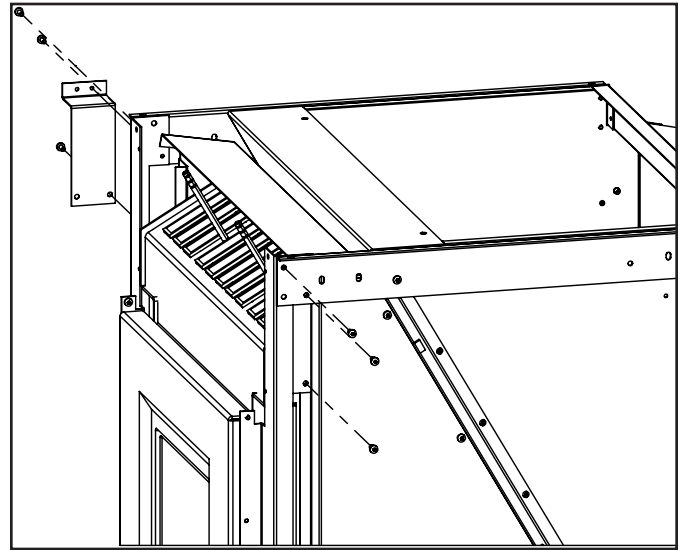

Figure 8: Assemblage de l'ensemble HFK avant.
8. Dévissez les 3 vis de chaque côté. (Figure 8) Tirez légèrement sur les coins du cadre pour pouvoir insérer les déflecteurs à l'arrière de ceux-ci. Vissez les vis, deux d'entre-elles tiennent le déflecteur en place de chaque côté.